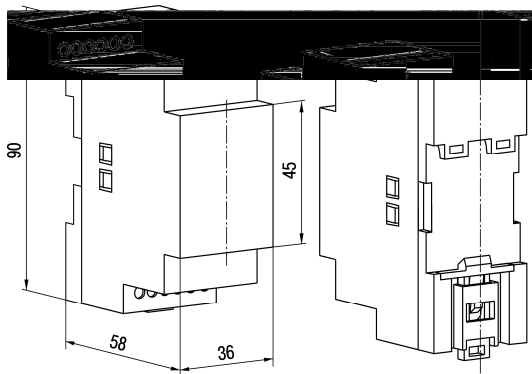

Рисунок 1 – Габаритный чертёж блока
3.2 Блок изготавливается в пластмассовом корпусе с креплением на DIN-рейку. Корпус блока состоит из двух частей – основания и передней крышки, соединяемых между собой при помощи защелок (см. рисунок 1).